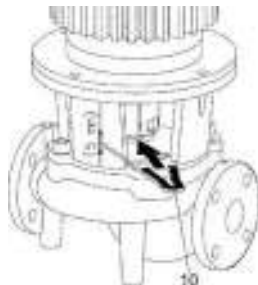

Fig. 19: Zakładanie widelki montażowych
- Wsunąć widelki montażowe (Fig. 19, poz. 10) między latarnię a sprzęgło. Nie może być luzu między widelkami montażowymi a elementami pompy.
- Wsunąć widełki montażowe (Fig. 19, poz. 10) między latarnię a sprzęgło. Nie może być luzu między widełkami montażowymi a elementami pompy.